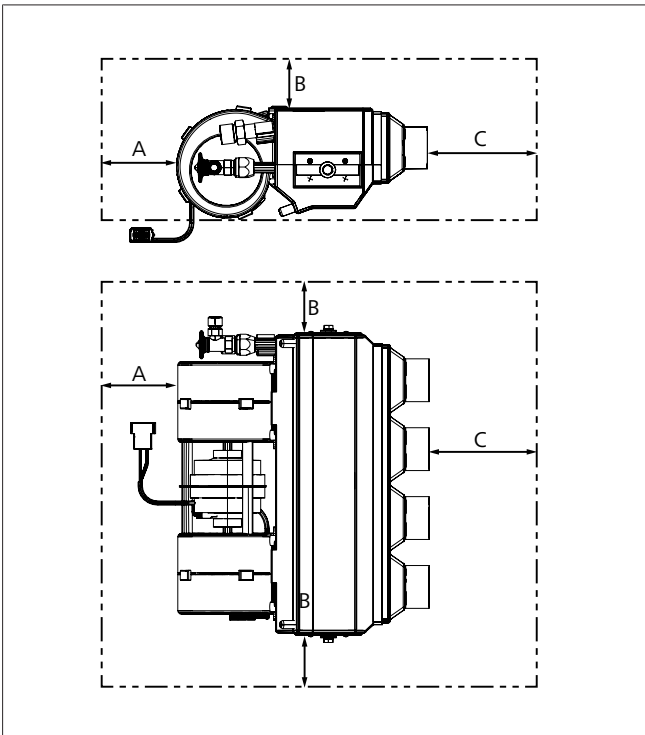

Fig. 13 Espacement minimal
- Respectez les distances minimales conformément à Fig. 13.